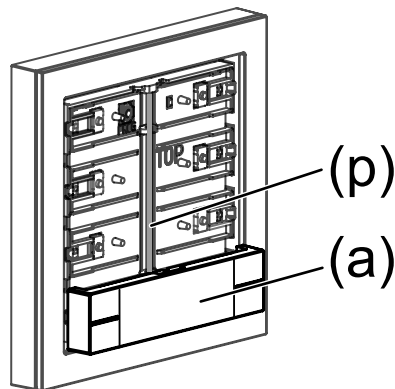

Bild 6: Rätta ut vippkontakten
- Placera vippkontakten (a) rakt (se bild 6).